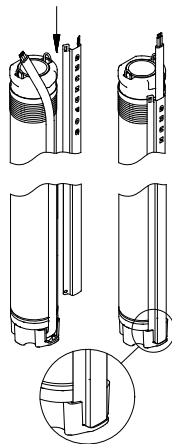

Рис. 9
2. Установите манжету кабеля в желобок штекера. Две лапки защитной планки кабеля должны войти в зацепление с верхней кромкой гильзы насоса, смотри рис. 9.